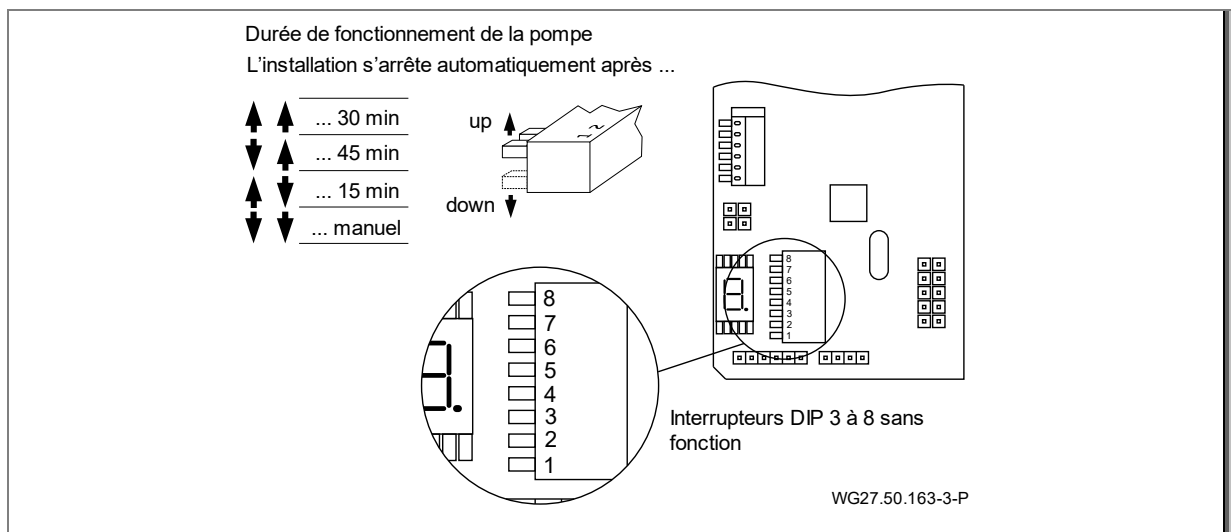

Fig. 24
3. Soulager les tuyauteries d'aspiration et de refoulement par des supports. Voir "Fig. 24", page 28.